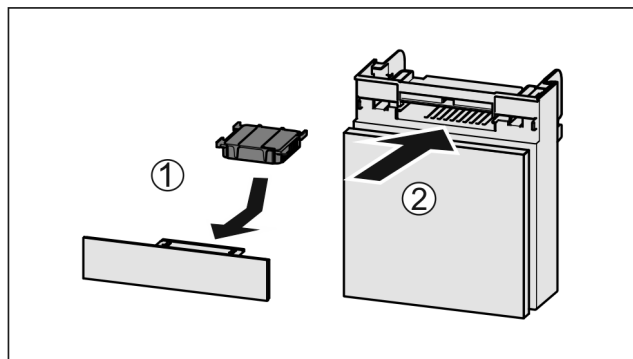

Fig. 97
- ▶ Установите фильтр с активированным углем, как показано на рисунке Fig. 97 (1).
- ▶ Вставьте отделение Fig. 97 (2).